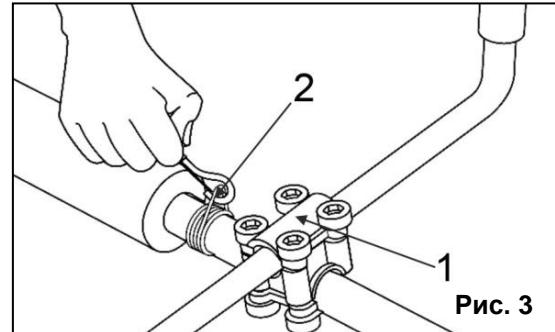

Рис. 3
- Поместите над соединением прижимную крышку (1), зафиксируйте положение ручек, затянув 4 крепящих винта (См. Рис.3).
- Прицепите карабин плевого ремня к петле крепления (2)(См. Рис.3)